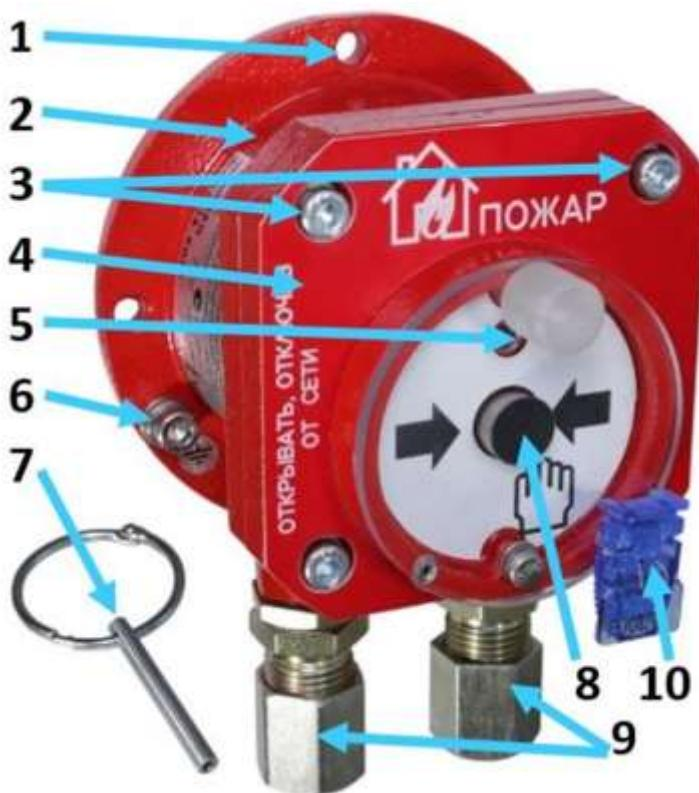

Рисунок 2. Внешний вид извещателя
- в отверстие крышки извещателя (снизу) вставить специальный ключ и ввернуть на 2 оборота по часовой стрелке, рис.2;
- потянуть специальный ключ вниз, при этом кнопка вернется в исходное состояние, извещатель перейдет в режим «Дежурный», рис.2.